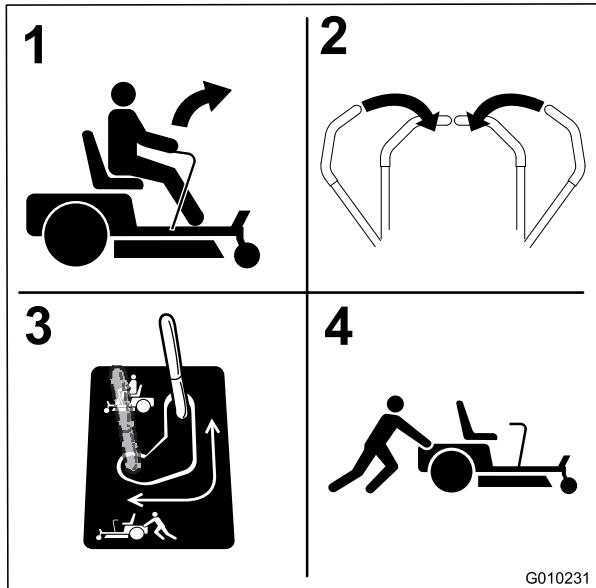

Figure 32
- Déplacez les leviers de dérivation en arrière, puis abaissez-les pour les bloquer en place comme illustré à la Figure 32 et désengager les moteurs de roues. Répétez cette procédure de chaque côté de la machine.
Placez la dérivation à la position voulue pour utiliser la machine (Figure 32) et engager les moteurs des roues.